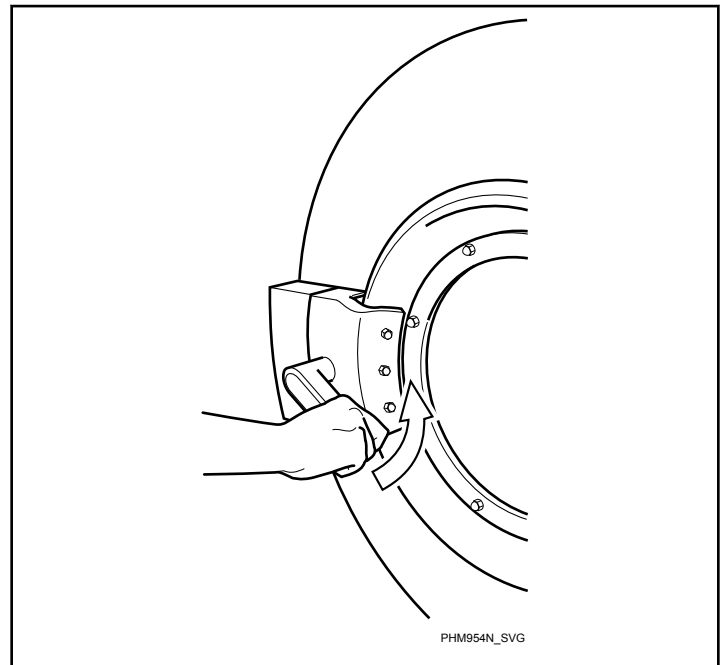

図 47
4. ドアを閉め、ハンドルを反時計回りに回します。図 47 を参照してください。